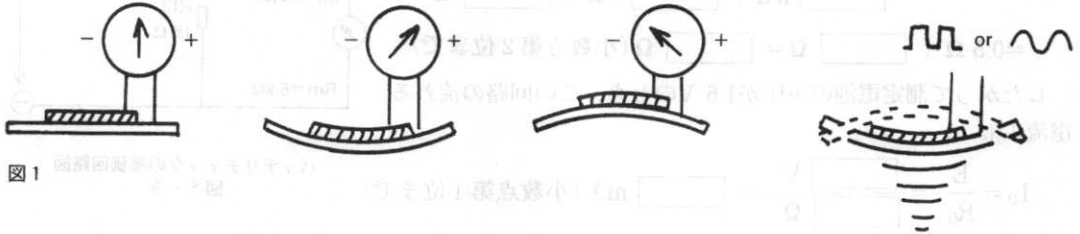

図1
- ① パネルおよび振動板（圧電ブザーエレメント黄銅板）の油性分や汚れ等を取り除き、Fig 1で示すように段の部分に3箇所程度、接着剤を塗布します。